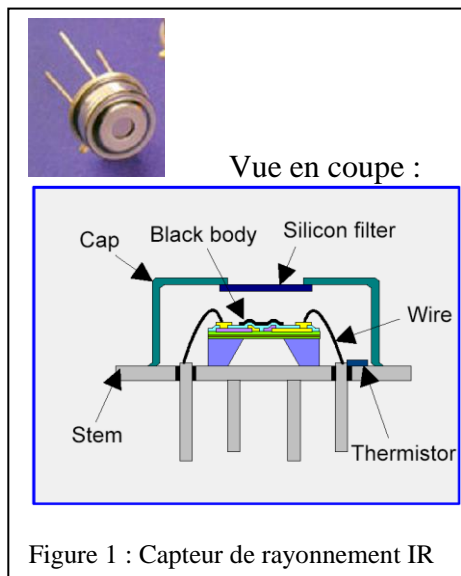
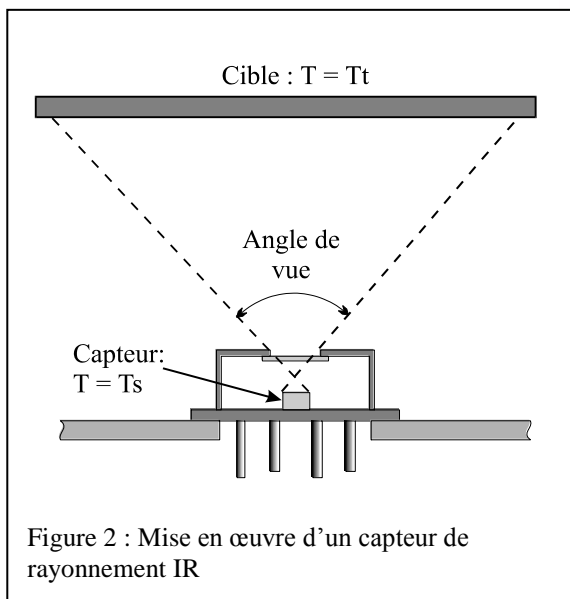

Figure 1 : Capteur de rayonnement IR
Figure 2 : Mise en œuvre d'un capteur de rayonnement IR
Principe : Un thermocouple est généralement constitué de trois métaux reliés par deux soudures : La soudure froide et la chaude. (figure 1)
Exercice 1 : Un thermocouple de type K est connecté sur un indicateur numérique (module voltmètre) qui indique une tension de 12.3 mV (figure 2).
Les capteurs les plus fréquemment utilisés sont de type capteurs thermiques (Fig. 1).
Ces relations ne sont valables que si l'angle de vue du capteur est entièrement occulté par la cible (Fig.2).
On désire mesurer les déformations ou la force (F) appliquée sur les structures mécaniques représentées figure 1. Les capteurs les plus utilisés pour effectuer ce type de mesure sont les jauges d'extensométrie notés J1, J2, J3, J4. Elles se présentent sous la forme de « patches » à coller sur la structure (Fig.2).